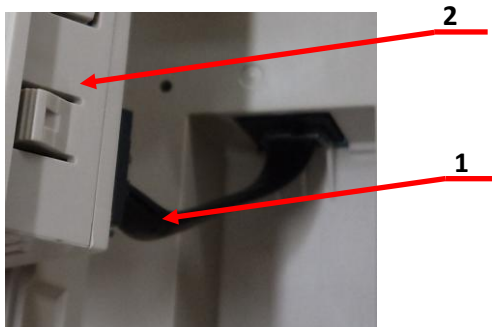

Рис.7.30
- 7.12.1. Присоединить разъем шлейфа пульта управления поз.1 к пульту управления поз.2 (рисунок 7.30).